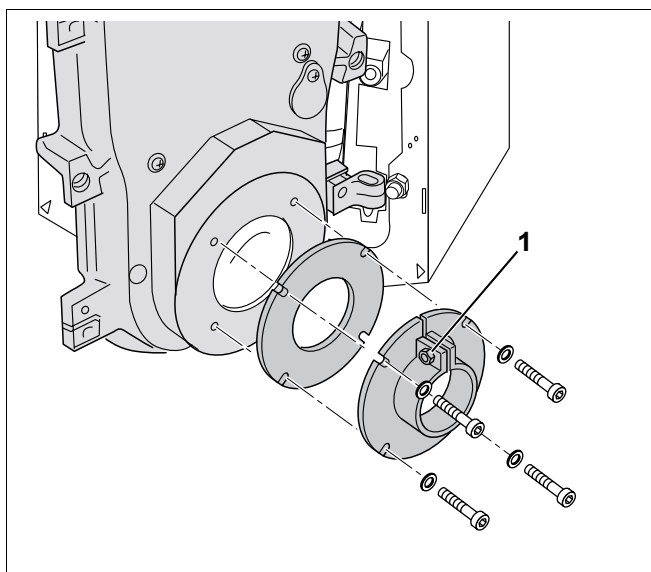

Fig. 6 Se montează la cazan flanșa respectiv garnitura
- Se montează arzătorul, flanșa și garnitura cu șuruburile existente (Fig. 6).
- Strîngeți șurubul cu clemă (Fig. 6, **Poz. 1**) al flanșei.